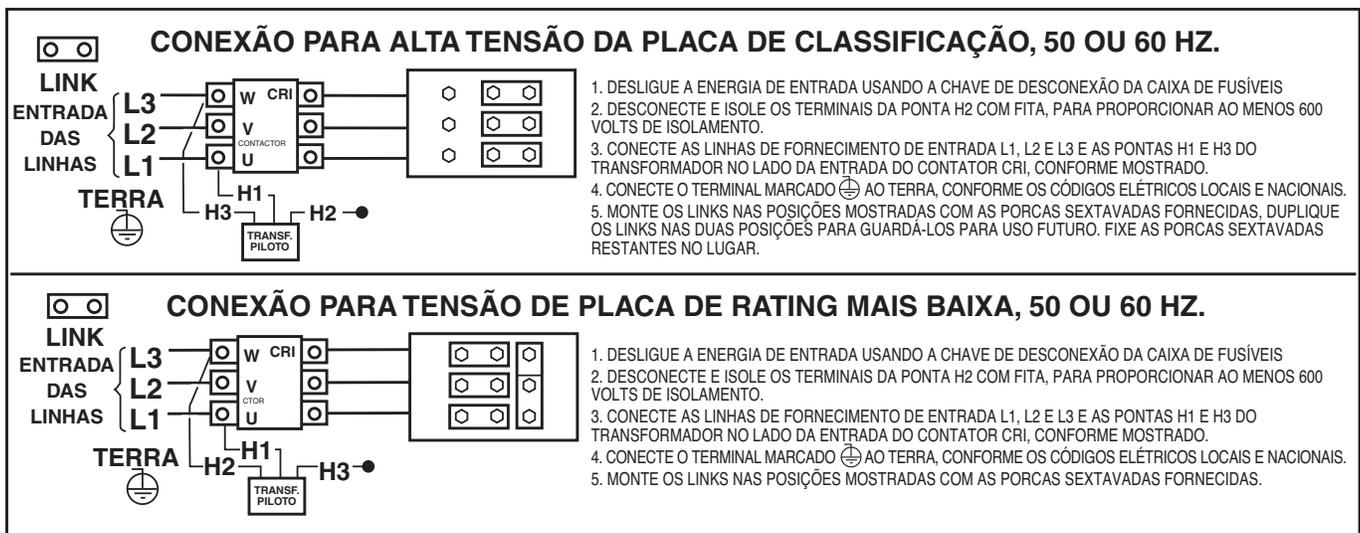

FIGURA A.4-Posições da placa do painel de reconexão para máquinas de tensão dupla
1. Para Tensão Dupla, exceto 380/500-460/575, veja a Figura A.4. (M15009)